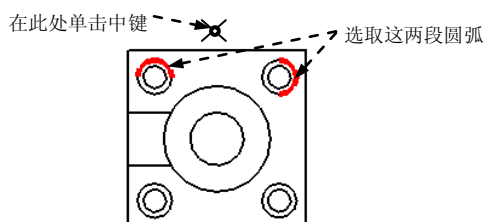

图 5.2.46 选取圆弧和放置位置
Step3. 此时系统弹出 **ATTACH TYPE (依附类型)** 菜单，采用系统默认的 **On Entity (图元上)** 命令，选取图 5.2.46 所示的两段圆弧，在图 5.2.46 所示的位置单击中键。